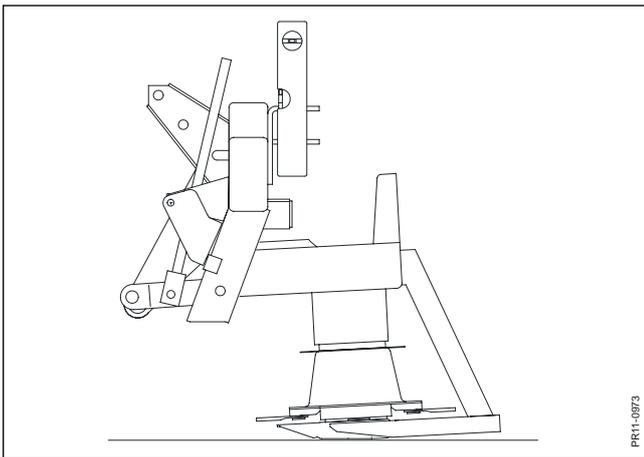

Fig. 3-8
- Fig. 3-8** Ab Fabrik ist die Maschine konstruiert, eine so kurze Stoppel wie möglich zu schneiden, wenn der Toprahmen senkrecht und die Maschine in Arbeitsstellung ist.
NB: Eine unebene Stoppel oder unebenes Fahren auf dem Feld können durch die Einstellung gemäß Fig. 3-8 abgeholfen werden.